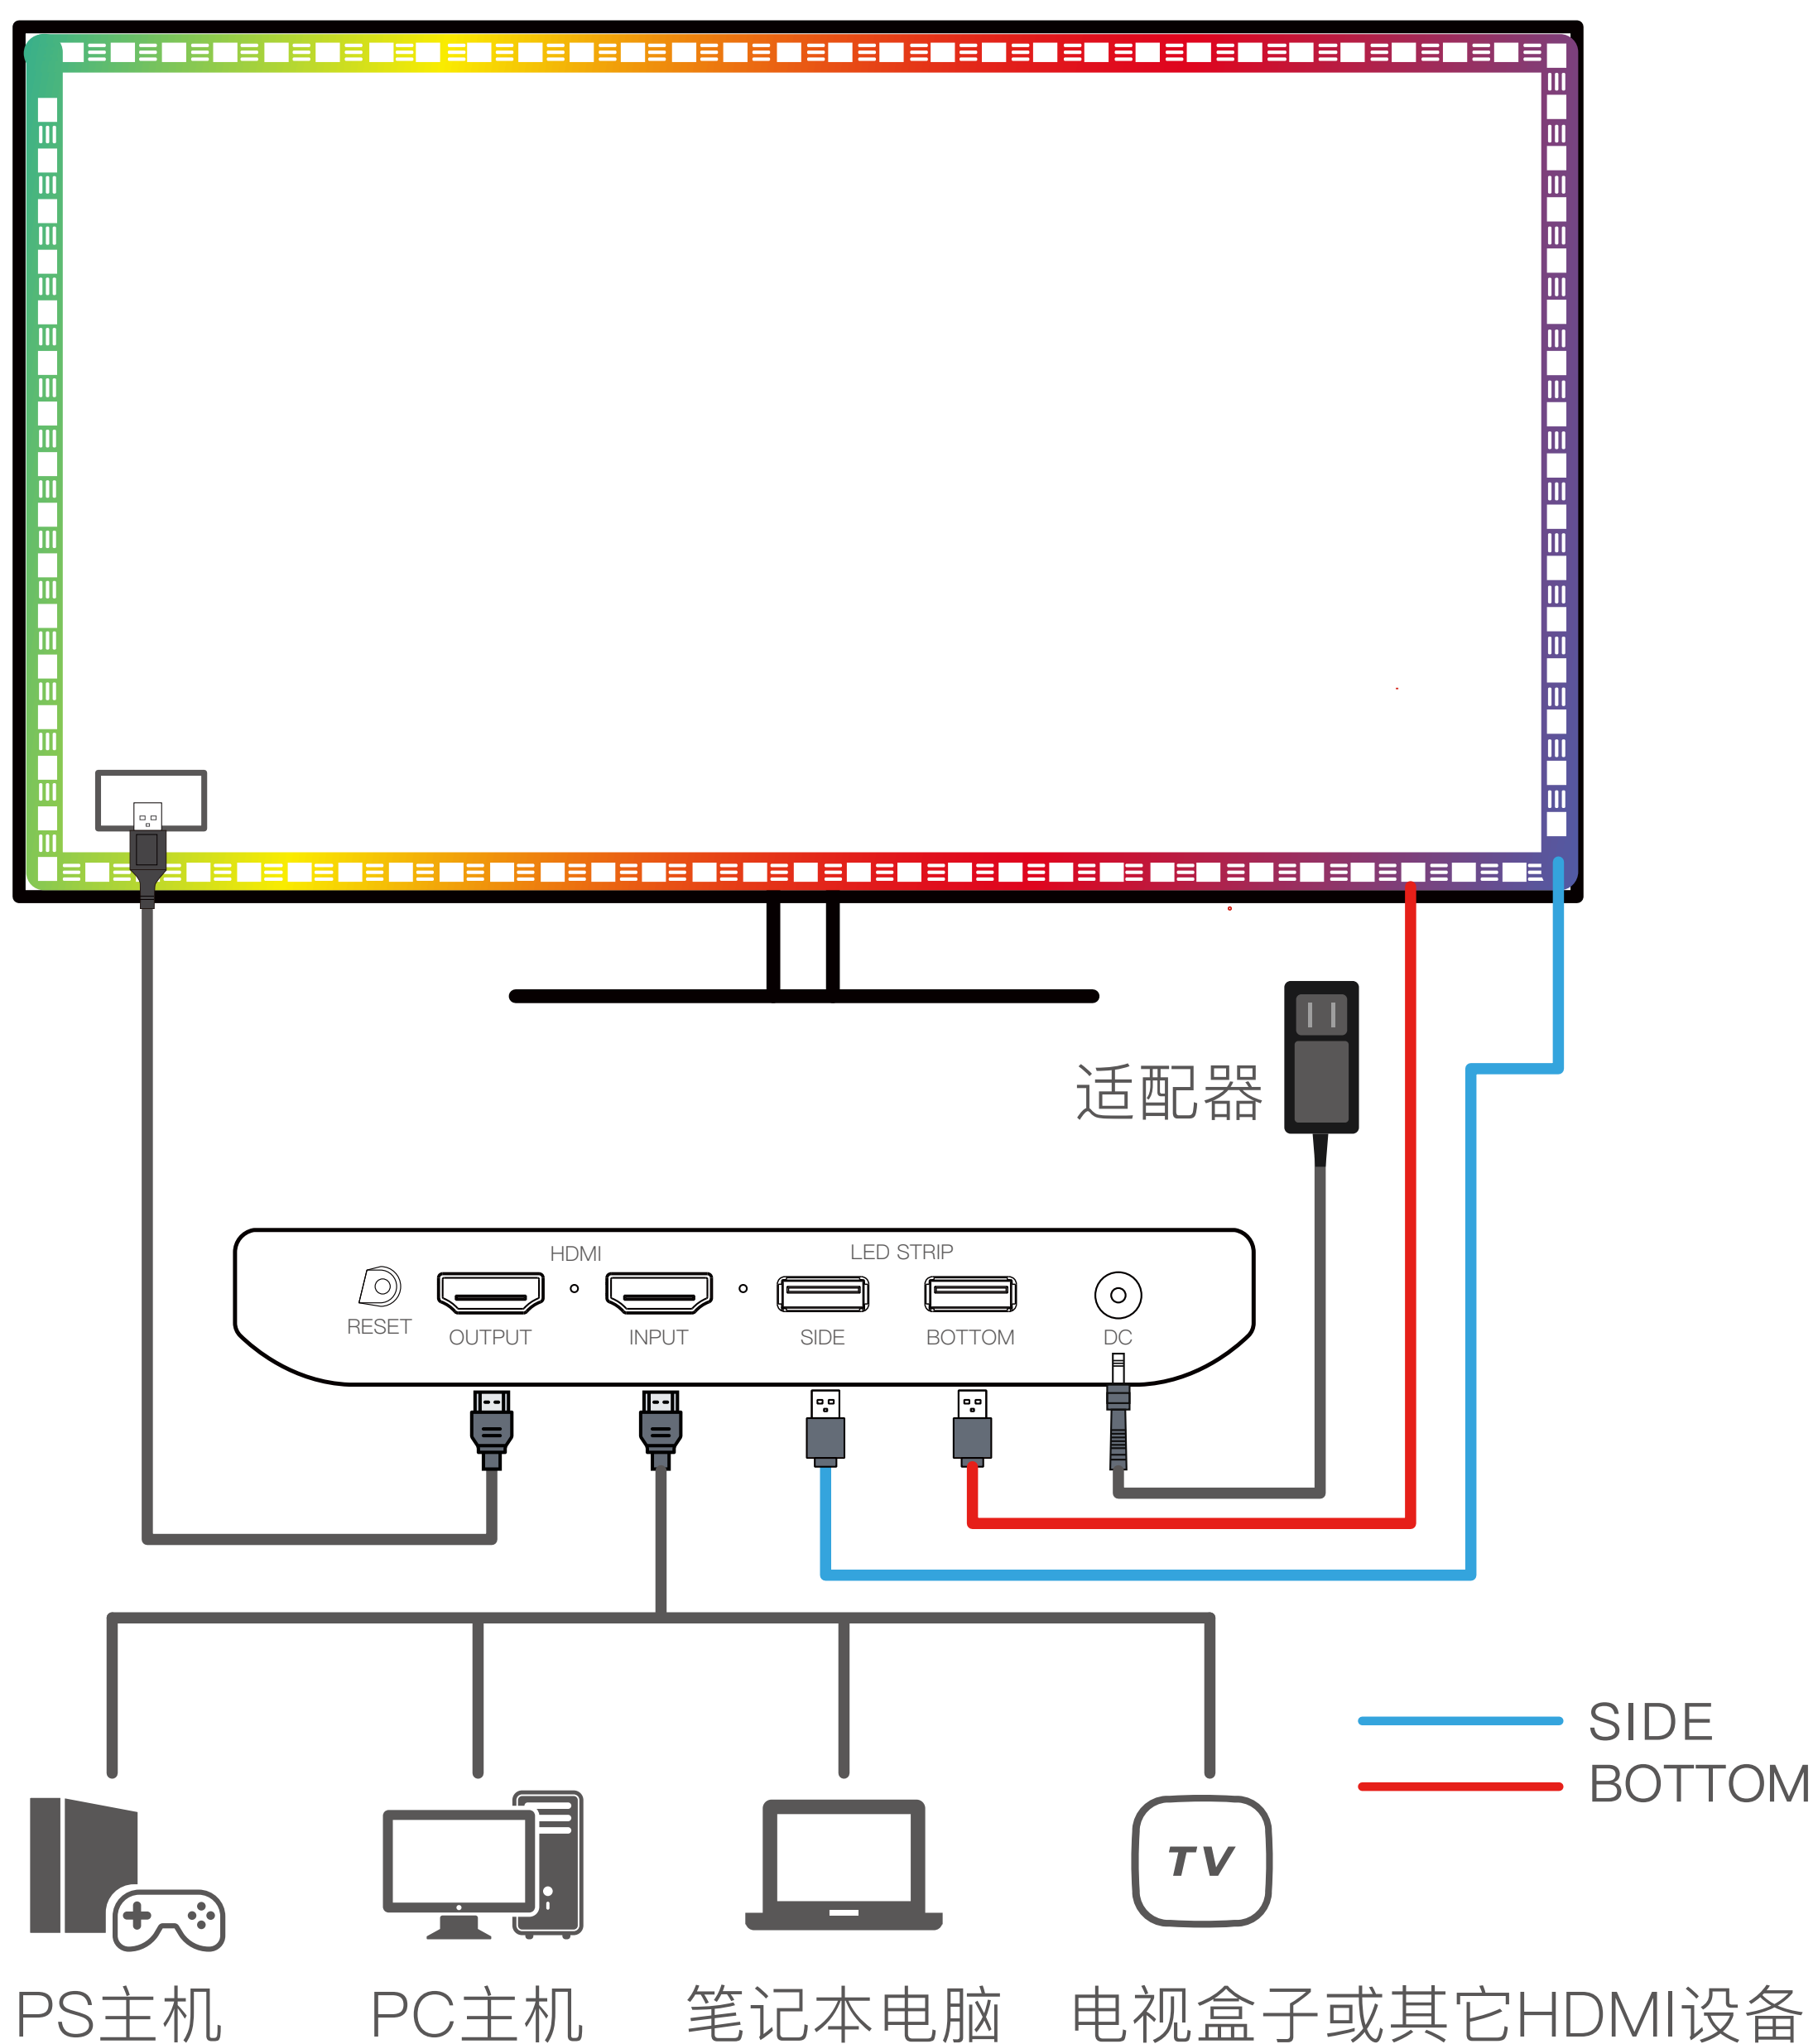

图6
- c. 将标配HDMI线一端连接控制盒OUTPUT接口，另一端连接显示器HDMI接口（见图6），并确保显示器开机。
- d. 再将HDMI信号源设备（如电视盒子、PS主机、PC主机）上的HDMI线连接控制盒INPUT接口（见图6），并确保HDMI信号源设备处于工作状态。